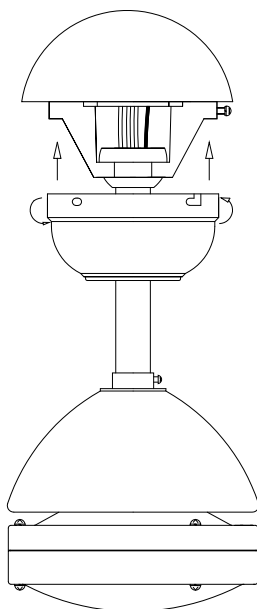

Fig. 8
Étape 3. Placez les deux autres vis de montage dans les orifices de la monture et serrez-les bien. (Fig. 8)